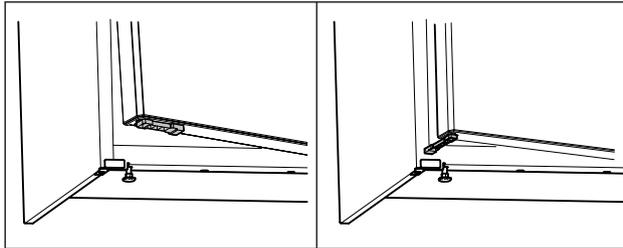

Fig. 68 \*
- Girar el limitador de apertura de puerta 90°. (consulte Fig. 68) \*